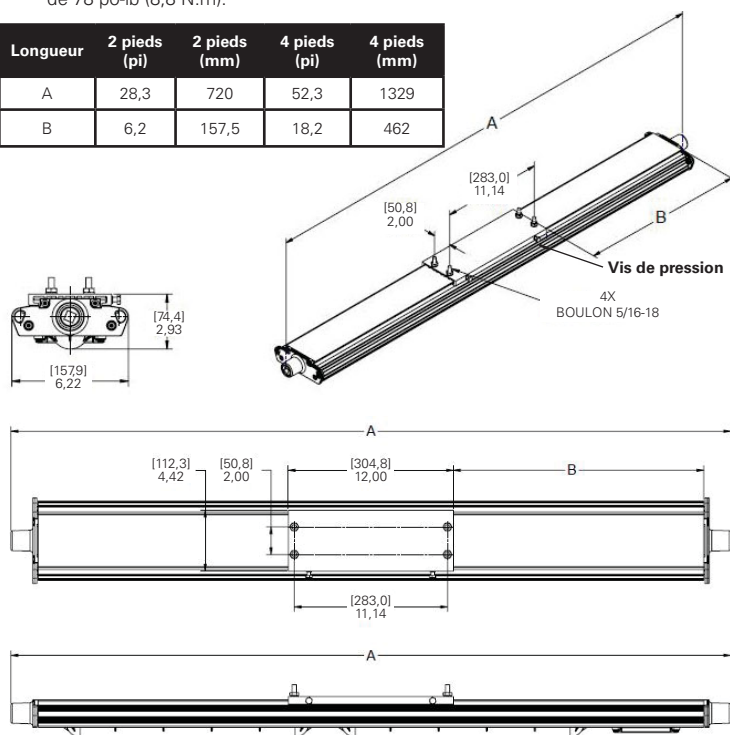

Figure 3 : DP1057MTK Montage arrière
2. Pour le montage arrière, utiliser le support comme modèle pour marquer des trous et les percer, puis utiliser les boulons de 5/16 po inclus (voir la figure 3).